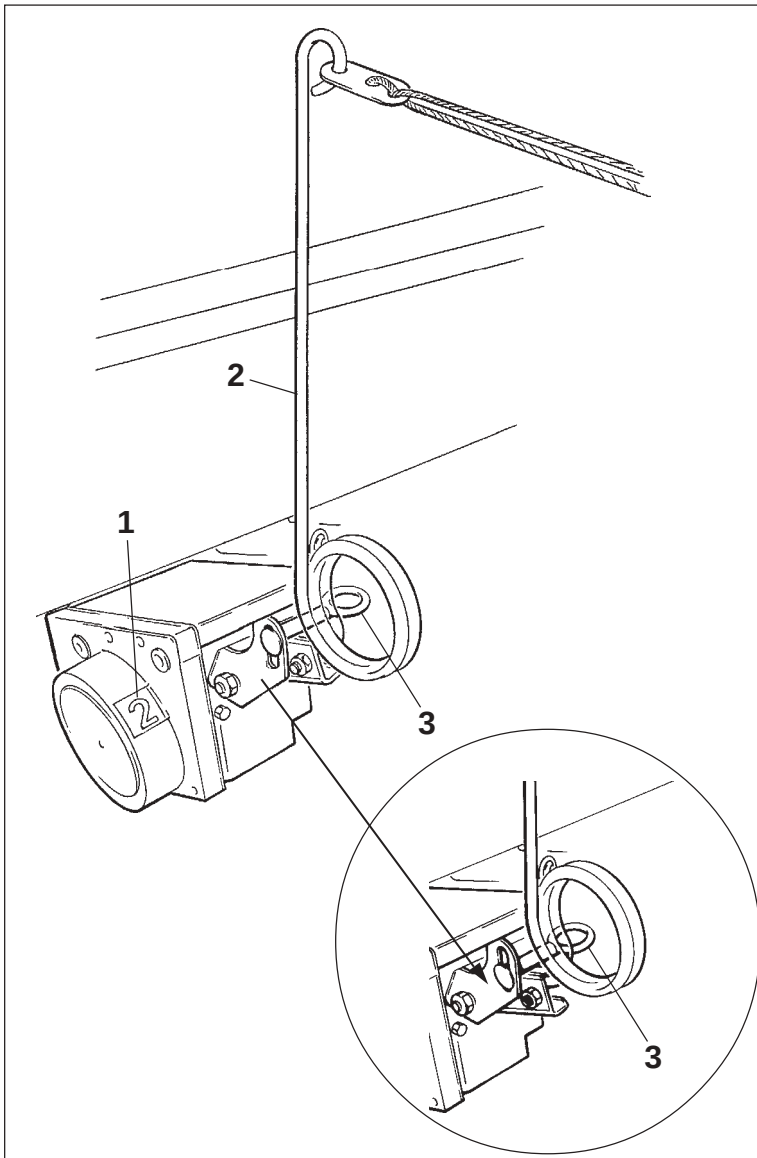
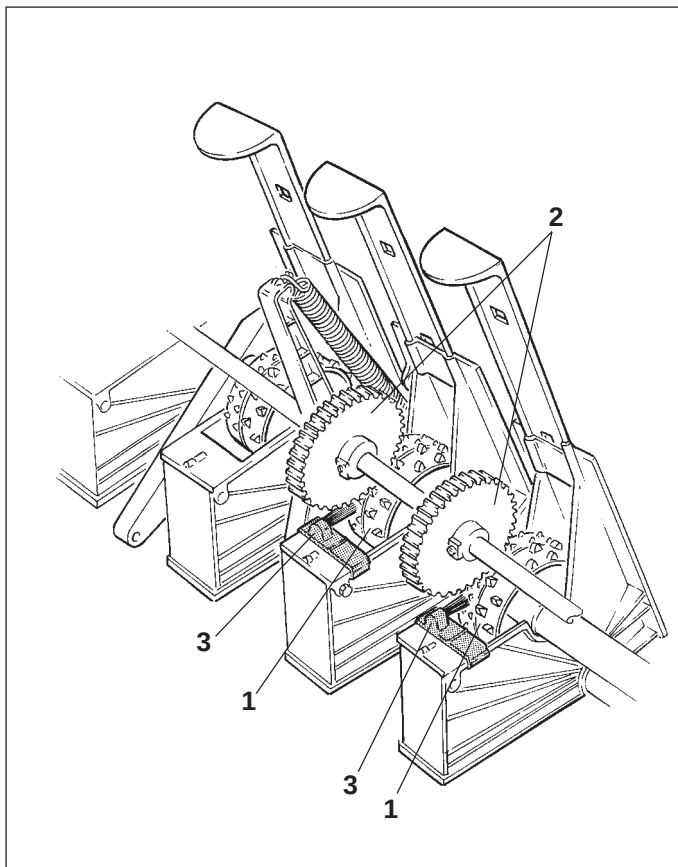
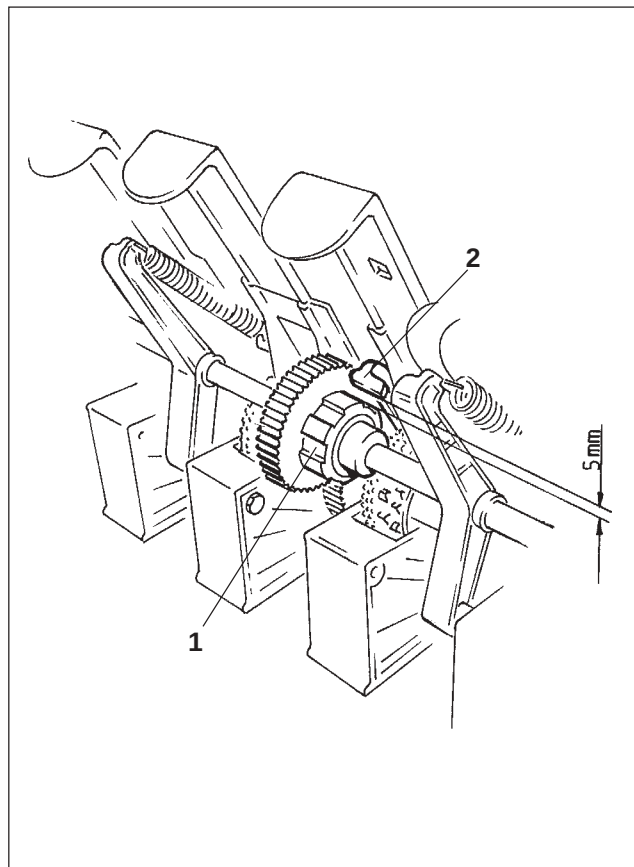

Рис. 13.4
Рис. 13.8
Рис. 13.9
Перед началом работы установите правильное число (Рис. 13.4/1) в устройстве для установки технической колеи. На следующих страницах Вы найдете примеры закладки технической колеи. Колонки "А" - "D" содержат в себе:
Переходите в колонке "С" на переключение устройства для установки технической колеи, установите число в колонке "D" под надписью "START" (СТАРТ) в смотровом окошке устройства для установки технической колеи. Выдвигайте рычаг управления (Рис. 13.4/2) столько, пока в смотровом окошке устройства для установки технической колеи не появится число. Рычагом Вы можете управлять из кабины трактора, если трос, прикрепленный к рычагу провести в кабину.
- Зажимный винт (Рис. 13.4/3) продвинуть вниз на столько, чтобы больше не было возможно переключение рычага управления (Рис. 13.4/2). Ослабленный зажимный винт (Рис. 13.4/3) после успешной установки снова затянуть.
Если переключение высевальной катушки на закладку технической колеи отключено, число (Рис. 13.4/1) в устройстве для установки технической колеи не должно стоять на "0", так как иначе постоянно будет укладываться техническая колея.
Высевающая катушка технической колеи (Рис. 13.8/1) может свободно вращаться на валике высевающего аппарата. Приводятся в движение от шестерни (Рис. 13.8/2) только те высевающие катушки технической колеи, которые закреплены на промежуточном вале.
Промежуточный вал приводится в действие от валика высевающего аппарата. Оба вала соединены шестернями. Шестерня (Рис. 13.9/1) на промежуточном вале имеет сцепное устройство. При закладке технической колеи сцепное устройство прерывает привод промежуточного вала. Вступает в действие сцепное устройство при помощи сцепного рычага (Рис. 13.9/2), который соединен с устройством для установки технической колеи (Рис. 13.4).
Рычаг управления (Рис. 13.4/2) на устройстве для установки технической колеи втягивать и отпускать так часто, пока в смотровом глазке устройства для установки технической колеи не появится число "0".
При числе "0" сцепной рычаг (Рис. 13.9/2) входит в паз сцепного устройства, а промежуточный вал остается на месте. От высевающих катушек технической колеи (Рис. 13.8/1) семена не поступать не будут.
Рычаг управления устройства для установки технической колеи вытянуть и отпустить. Устройство для установки технической колеи переключится с "0" на "1". Сцепной рычаг (Рис. 13.9/2) отсоединяется от сцепного устройства и высевающие катушки технической колеи снова приводятся в действие при помощи шестерней на промежуточном вале. **Расстояние** между сцепным устройством (Рис. 13.9/1) и сцепным рычагом (Рис. 13.9/2) **должно составлять около 5 мм (см. Рис. 13.9).**
Повторите проверку, описанную выше. Переключите на следующее значение устройство для установки технической колеи, но не при помощи рычага управления (Рис. 13.4/2), но путем ввода в действие клапана управления в кабине трактора. Устройство для установки технической колеи переключается дальше при помощи гидравлического цилиндра.
Если сеялка долгое время стояла, необходимо проверить могут ли проворачиваться на валике высевающего аппарата высевающие катушки, которые используются для закладки технической колеи (Рис. 13.8/1).
На высевных коробках высевающих катушек технической колеи прикреплены щетки для мелкосемянных высевающих катушек (Рис. 13.8/3). Эти щетки очищают высевающую катушку для мелкосемянных культур, чтобы семенной материал не налипал между приводной шестерней и высевающей катушкой для мелкосемянных культур, в частности, при посеве рапса.